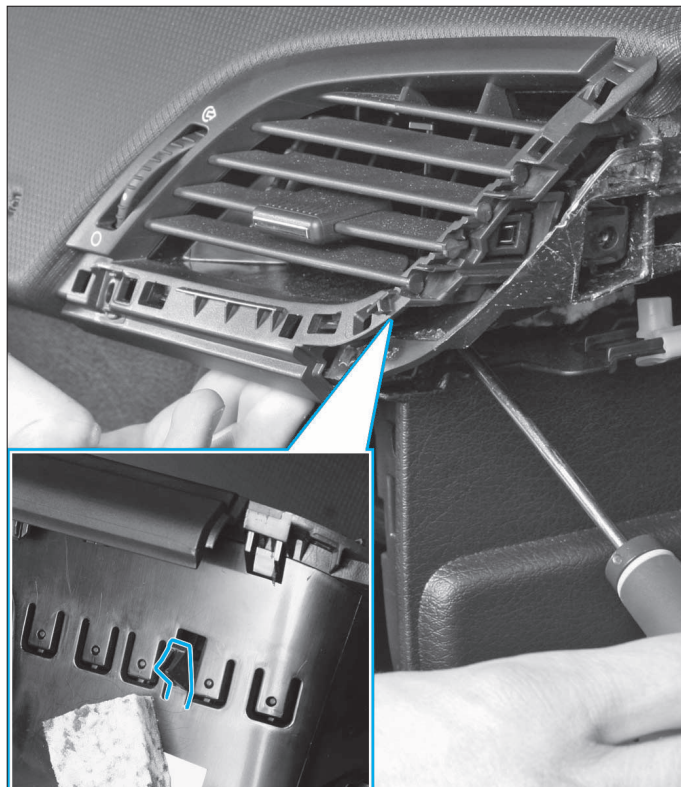

FIG. 44
- Introduire un tournevis pour lever la patte de maintien puis extraire l'aérateur en le tirant fermement mais avec précaution (Fig.44).